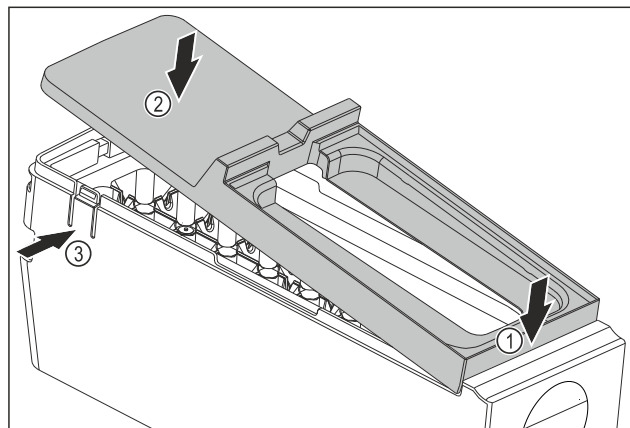

Fig. 123
- Montaż osłony korpusu EasyTwist-Ice: Osłonę założyć od przodu. Fig. 123 (1)
- Opuścić osłonę z tyłu. Fig. 123 (2)
- Osłona zatrzaskuje się słyszalnie w obu nakładkach Fig. 123 (3).